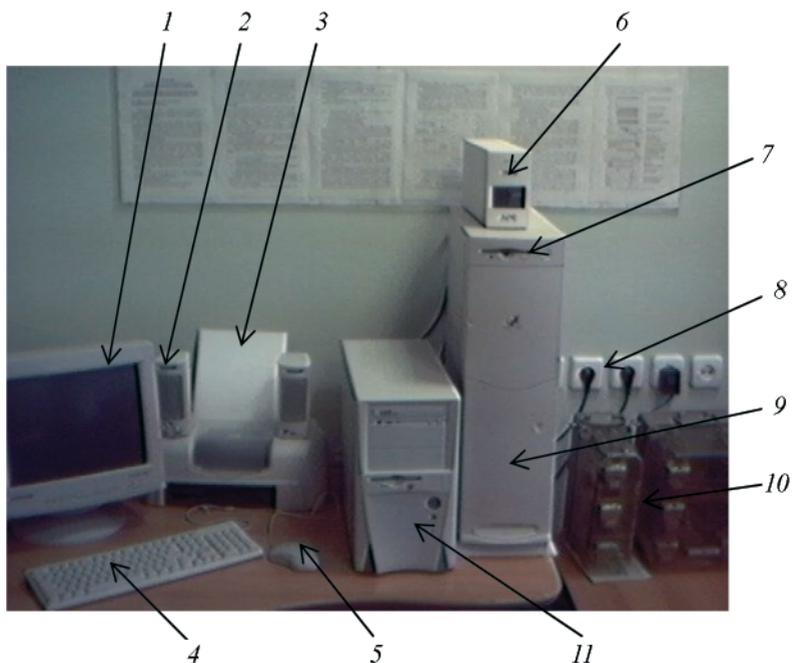

Рис. 16
Система диагностики АСК «ТЕСТ» представлена на рис. 16.
1. Визуально убедиться в комплектности аппаратуры и её правильном подключении (рис. 16).
6. Нажать кнопку «Сброс» системы АСК «ТЕСТ» (рис. 16–9).